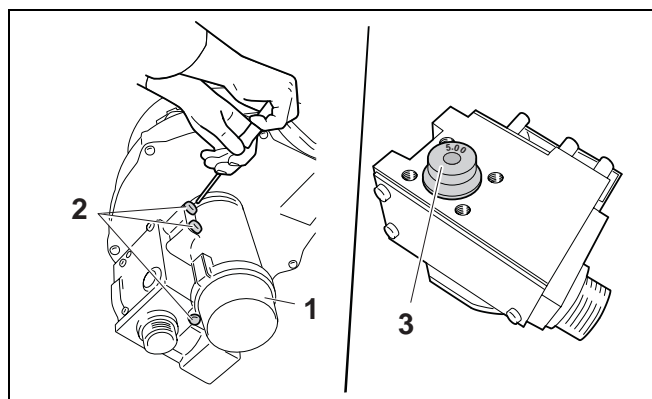

Рис. 40 Замена газового сопла
Перенастройка на другой вид газа происходит путем изменения газового сопла (рис. 40, **поз. 3**) согласно таб. 8.
- Ослабить три винта (рис. 40, **поз. 2**) и вытянуть газопроводную арматуру Venturi (рис. 40, **поз. 1**).
- Смонтировать новые кольца с круглым сечением на обеих сторонах газового сопла (рис. 40, **поз. 3**).